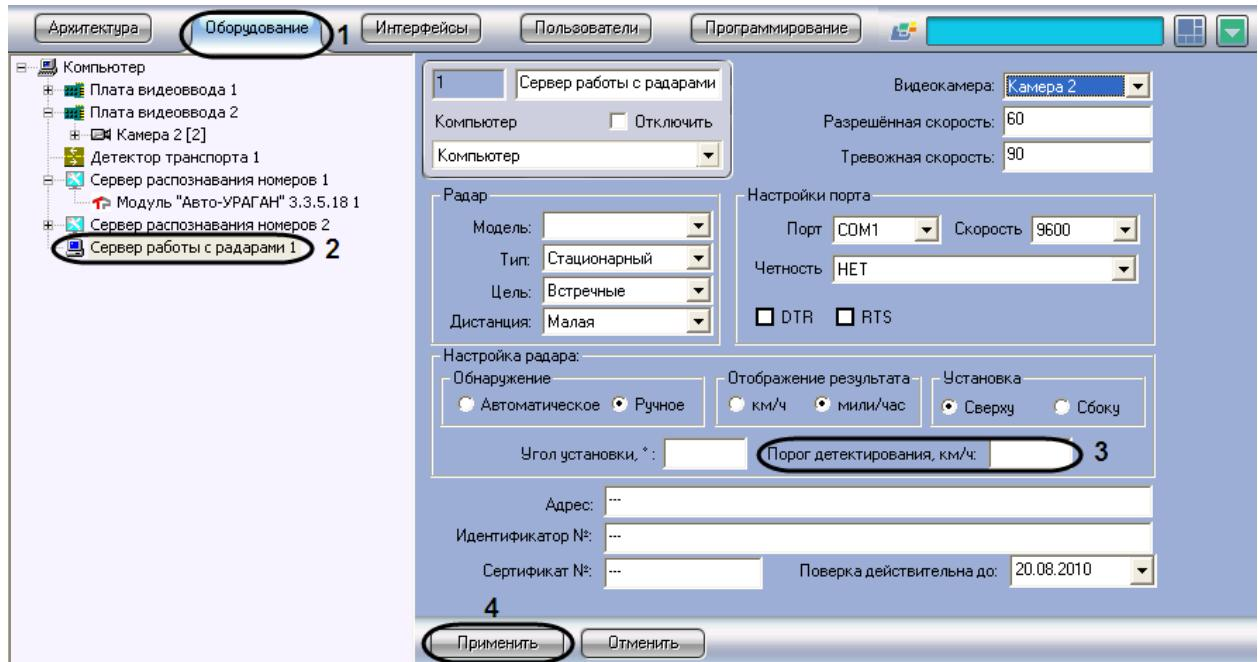

Рис. 7.3—13. Указание минимальной скорости движения транспортного средства, определяемого устройством «Радар»
2. В дереве объектов на вкладке «Оборудование» выбрать объект «Сервер работы с радарами», соответствующий настраиваемому программному модулю «Радар» (см. Рис. 7.3—13, 2). В правой части вкладки «Оборудование» отобразится панель настройки выбранного объекта.
3. Задать в поле «Порог детектирования, км/ч» минимальную скорость движения транспортных средств, определяемую устройством «Радар» (см. Рис. 7.3—13, 3).
4. Нажать кнопку «Применить» (см. Рис. 7.3—13, 4).